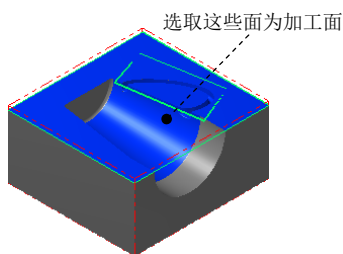

图 21.19 选取加工面
(1) 在图形区中选取图 21.19 所示的曲面（共 18 个面），然后按 Enter 键，系统弹出“刀具路径的曲面选取”对话框。